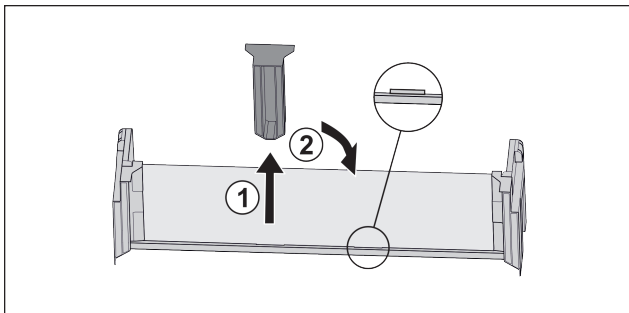

Fig. 76
- Extraire la pièce de retenue centrale Fig. 76 (1).
- Insérer la pièce de retenue centrale en deuxième position Fig. 76 (2).